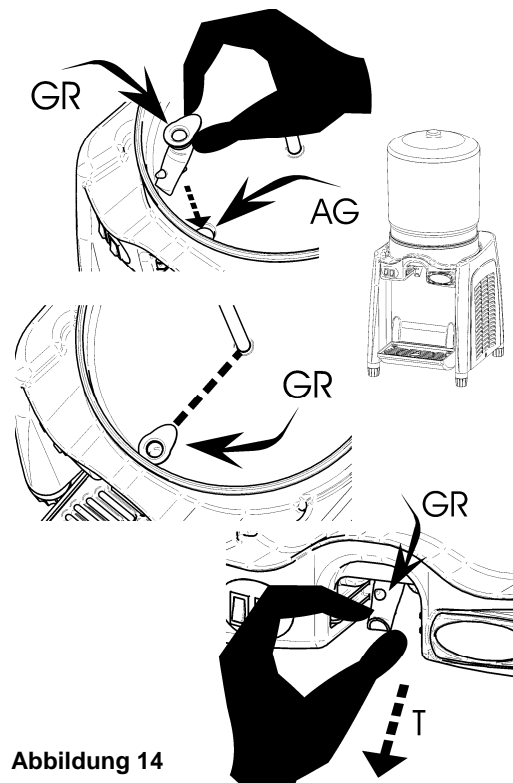

Abbildung 14
13.- Das Gummistück (**GR**) in seine Aufnahme im Verdampfer (**AG**) einführen, sodass es mit der Achse der Rührflügel übereinstimmt, wie aus der Abbildung hervorgeht; zuletzt das Gummistück vorsichtig nach unten ziehen (**T**) und auf korrekten Sitz achten (**Abb. 14**).